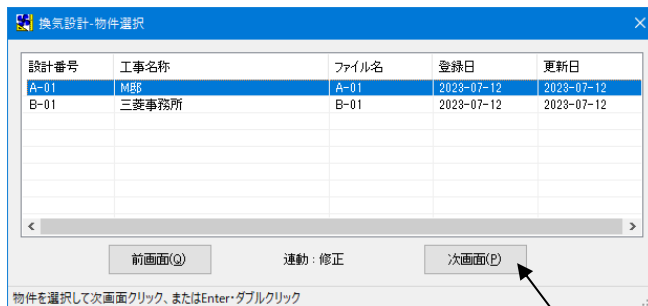

図3
修正したい設計番号を ↑ ↓ キーかクリックで指定し、[次画面(P)]ボタン(図3-①)をクリックします。